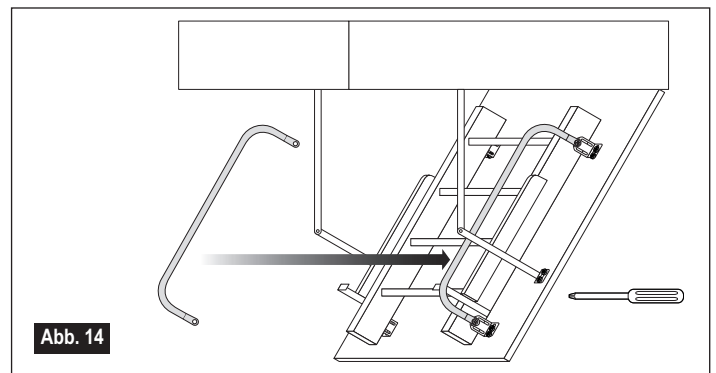

Abb. 14
- Montieren Sie diesen dann am oberen Teil der Treppe wie in Abb.14 gezeigt. Verwenden Sie dazu die Schrauben, mit denen die Winkel an der Treppe befestigt sind.